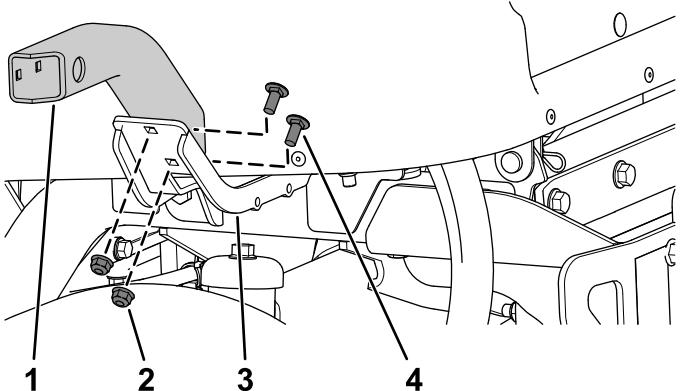

Figura 23
3. Prenda a montagem curta esquerda e a montagem curta ou comprida direita na montagem esquerda e direita utilizando quatro parafusos de carroçaria ($5/16$ x $3/4$ pol.) e quatro porcas flangeadas ($5/16$ pol.) como se mostra na Figura 23.